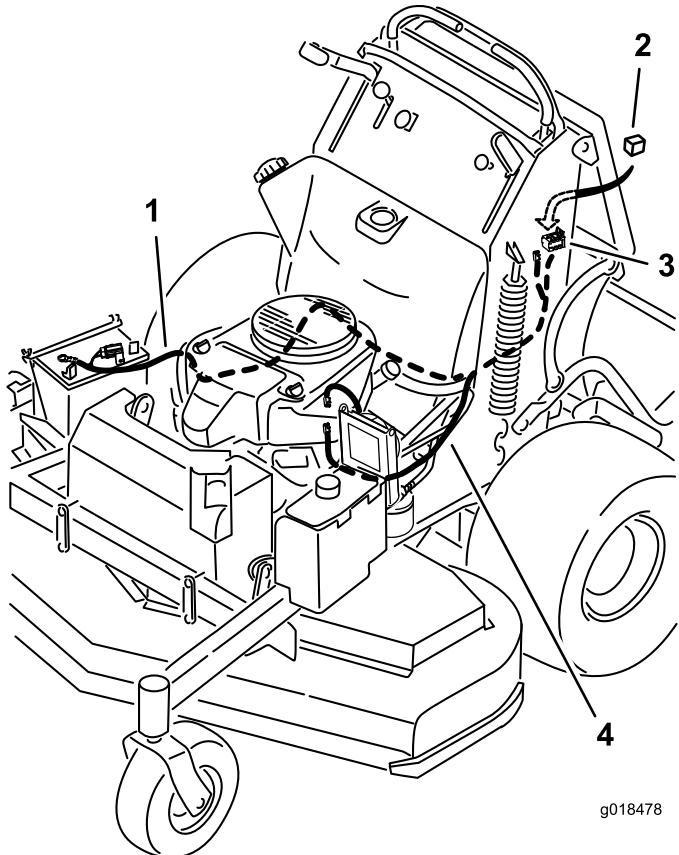
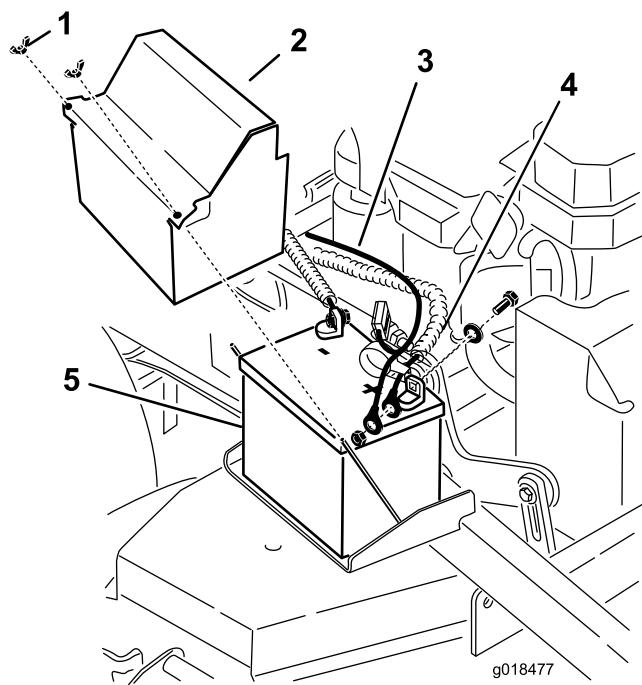

Figure 23
Figure 33
15. Acheminez l'autre extrémité du faisceau de câblage jusqu'à la batterie (Figure 23) et (Figure 33).
17. Branchez le connecteur du faisceau de câblage du groupe de refroidissement à la borne positive de la batterie (Figure 33).